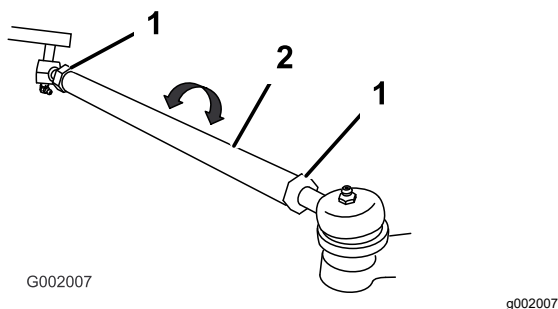

Figura 48
- Si la distancia no está en el intervalo especificado, afloje las contratuercas en ambos extremos de las bielas (Figura 48).